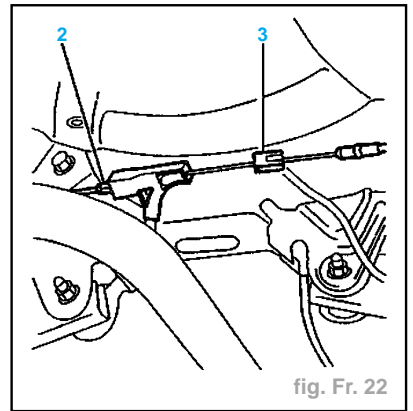

fig. Fr. 22
- Détendre la câblerie en dévissant l'écrou (2) de réglage sur le répartiteur plastique (jeu de 5 mm dans l'agrafe (3) de liaison câbles primaire et secondaire droit) (fig. Fr. 22).
- Visser l'écrou (2) sur le répartiteur (fig. Fr. 22).
**Attention :** Vérifier qu'il reste un jeu de **0,5 à 1 mm** entre le plomb du câble primaire et sa face d'appui dans l'agrafe de liaison (3) (fig. Fr. 22).